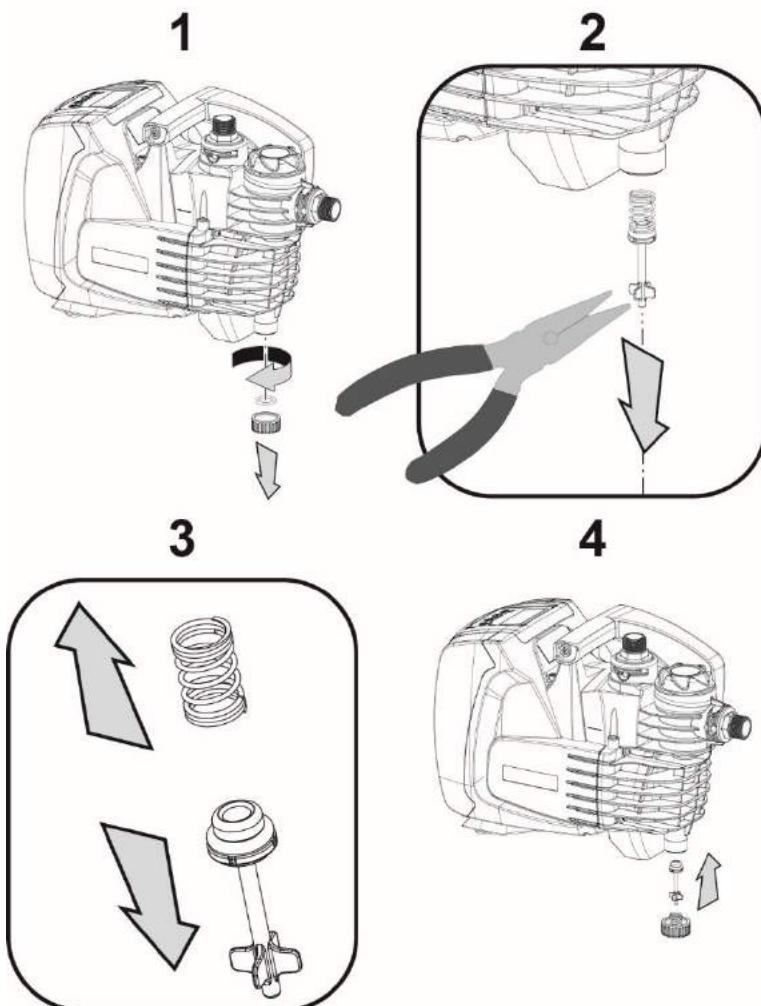

Fig. 5
3. Fjern afløbsproppen, og sørge for, at O-ringene ikke falder af (fig. 5).